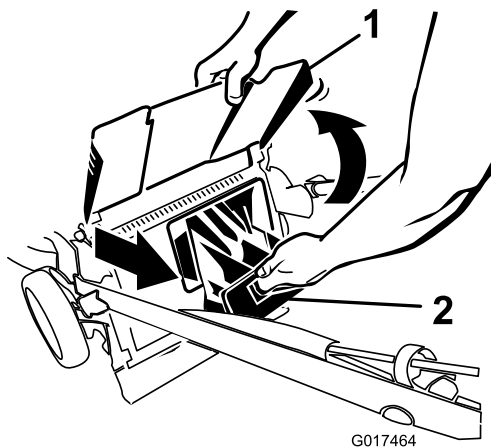

Figura 20
2. Levante y sujete el deflector de descarga (Figura 20).
3. Saque el tapón de descarga trasero (Figura 20).